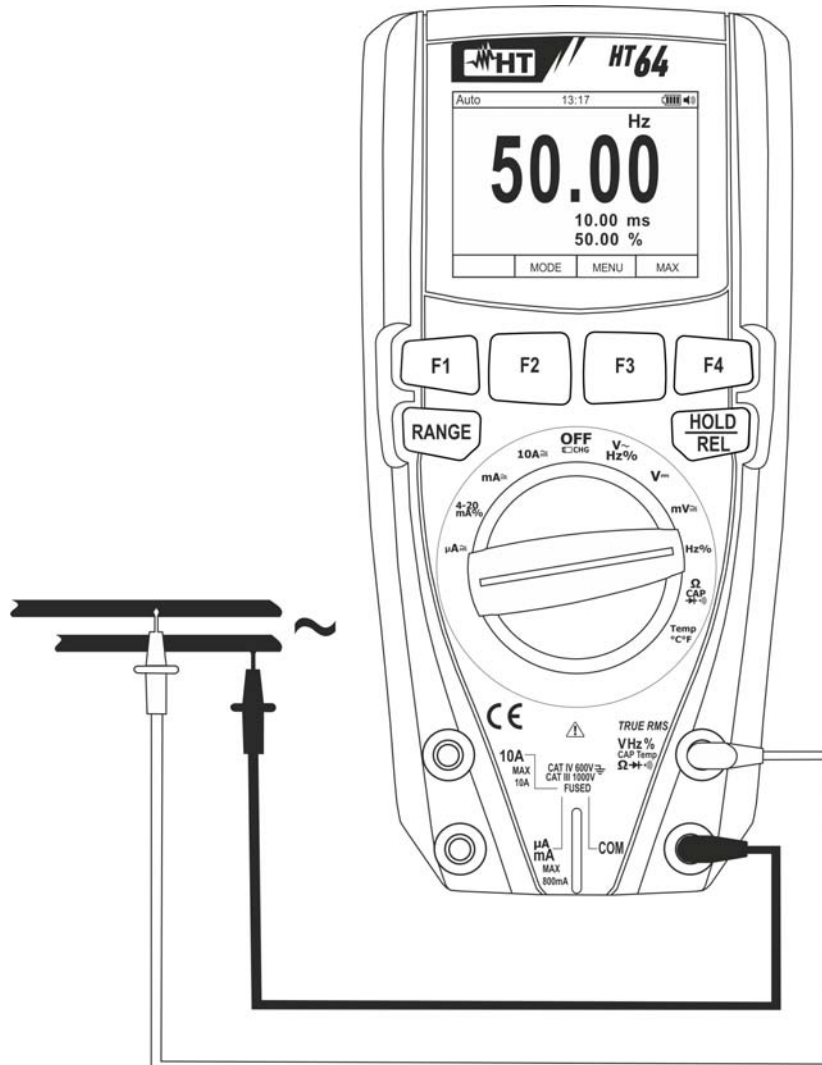

Fig. 24: Utilisation de l'instrument pour la mesure de Fréquence et Duty Cycle
4. Positionner l'embout rouge et l'embout noir dans les points du circuit sous test (voir la Fig. 24). La valeur de fréquence (Hz) ou duty cycle (%) apparaît à l'écran. Le diagramme à barres analogique n'est pas actif dans ces fonctions